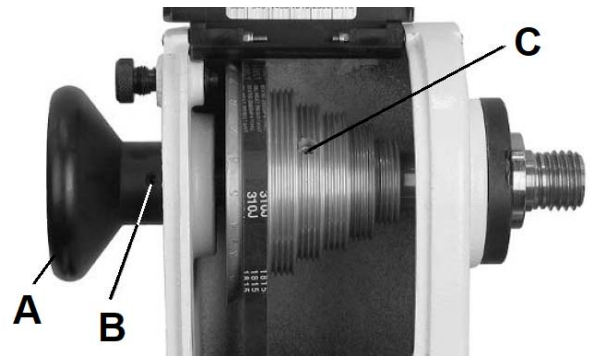

Fig 33
Das Handrad (A, Fig 33) nach dem Lösen der 2 Gewindestifte (B) entfernen.